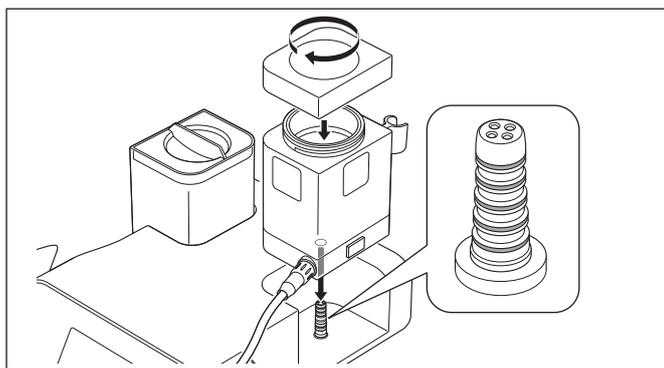
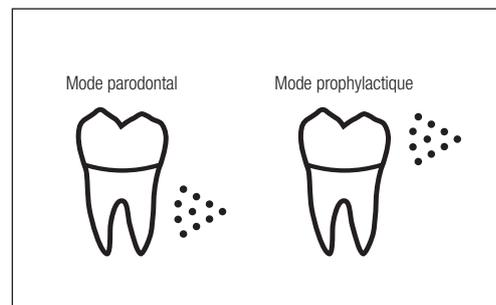

Fig. 25
Fig. 26
2) Fermez bien le capuchon de la chambre jusqu'à ce qu'il s'adapte complètement à la chambre et insérez-la bien droit sur le boîtier de contrôle (Fig. 25). Le type de chambre insérée est affiché sur l'écran LCD sous la forme d'une des icônes suivantes (Fig. 26).
- Avant d'insérer la chambre dans le boîtier de contrôle, assurez-vous que les joints du connecteur de base de la chambre ne sont pas endommagés ou déchirés (Fig. 25). Des dommages/déchirures pourraient provoquer un mauvais fonctionnement ou un dysfonctionnement.